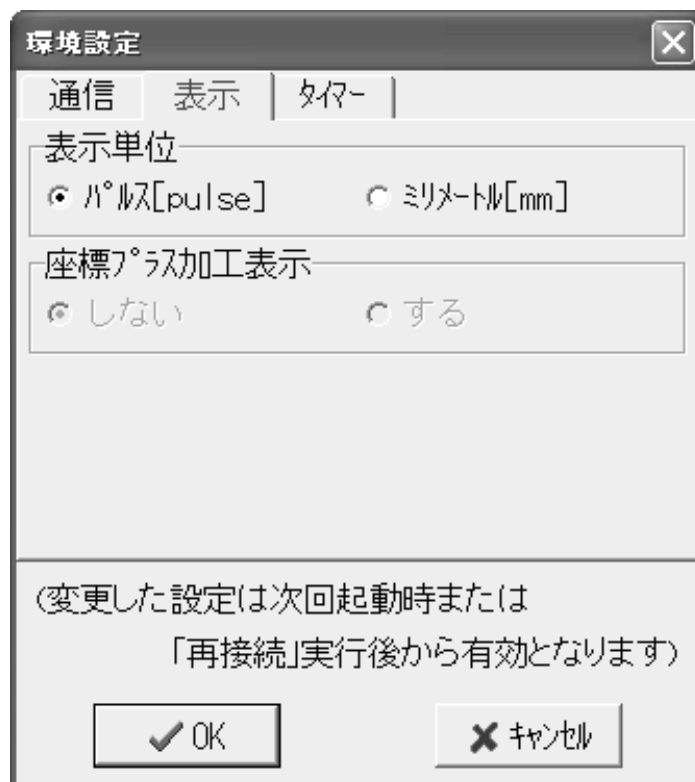

図9.7.2 環境設定 - 表示
- c. **表示** のタブをクリックすると、図9.7.2の画面が表示されます。